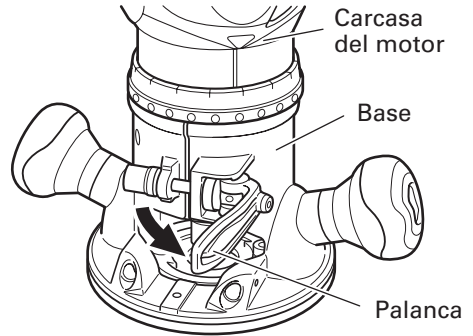

Fig. 2
- (1) Retire la carcasa del motor de la base, de la siguiente manera.
- (a) Abra la palanca. (Fig. 2)
- (2) Limpie e inserte el mango de la broca en el mandril portabroca hasta al fondo y seguidamente, hágalo retroceder aproximadamente 1/16" (aprox 2 mm).